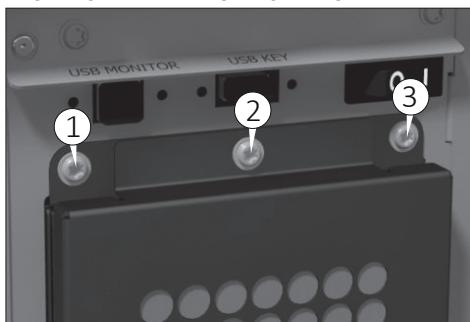

Fig. 27
- 2) Svitare le viti (1,2 e 3 Fig. 27) usando un cacciavite Torx T20.